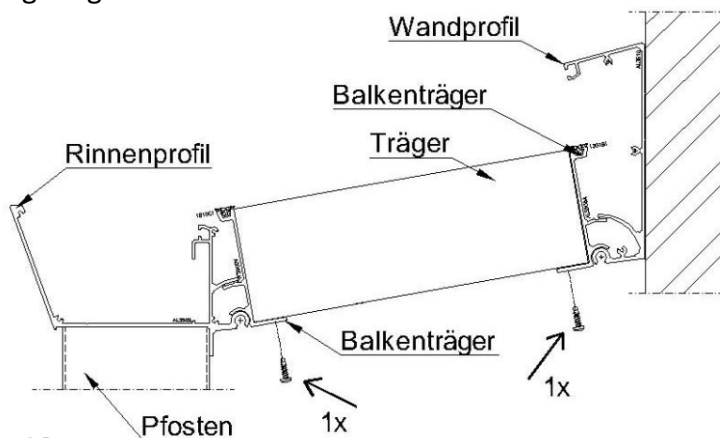

Abb. 18
- 3.11 Legen Sie jetzt einen Sparren an einer Außenseite in das obere und untere Kippprofil. Bohren Sie von unten ein Loch durch das Kippprofil und Sparren vor (4 mm Bohrer). Schrauben Sie anschließend eine Torxschraube unten durch das Kippprofil und Sparren an beiden Seiten. Siehe Abb.: 18
- 4.3 Schrauben Sie die Träger an der Rinnen- und Mauerseite am Kippprofil mit einer Torxschraube fest (Bitte mit 4 mm Bohrer vorbohren). Abb.: 18